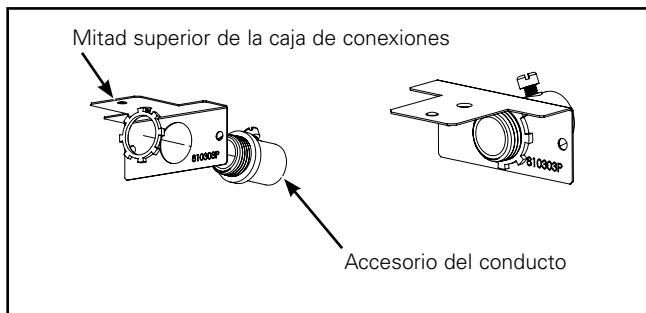

Figura 4.
4. Ensamble la mitad superior de la caja de conexiones y los accesorios del conducto. (Figura 4.)